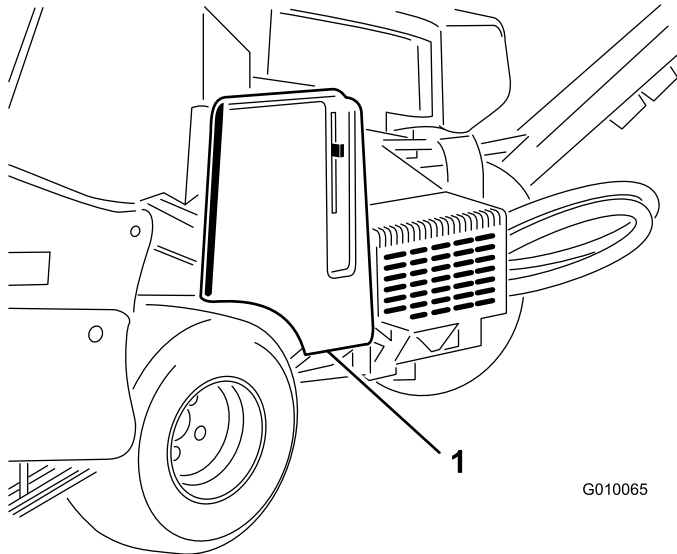

図 56
2. ベルトカバーのラッチを外し、カバーを取り外す 図 56。